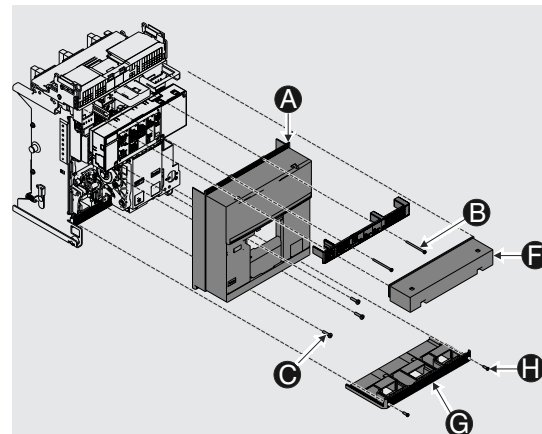

Abbildung 145 - Ausfahrbarer dreipoliger Leistungsschalter
3. Bei Leistungsschalter in ausfahrbarer Ausführung (Abbildung 145 - Ausfahrbarer dreipoliger Leistungsschalter), den Schutz (F) und die Klemmenabdeckungen (G) ausbauen, nachdem man die Schrauben (H) entfernt hat.